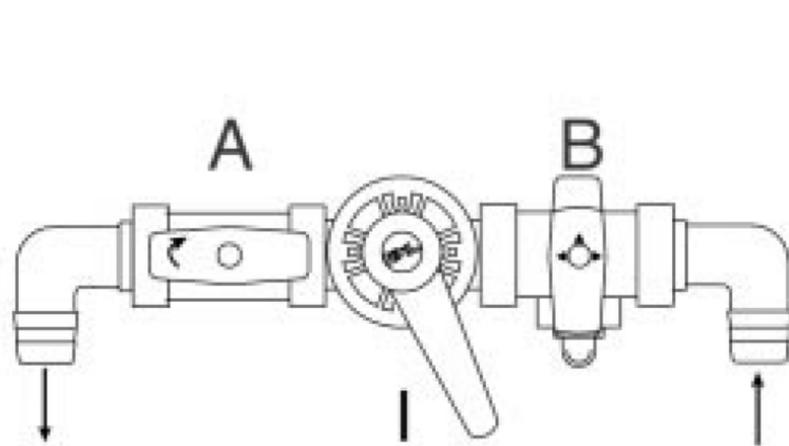

Fig. 8
- 2) Заполнение оборудования: Откройте проточный кран тройного клапана (B) и клапан притока чистой воды, направьте регулятор потока (I) на двойной клапан (A), закройте двойной клапан (A) и вставьте тройной клапан как показано на рис. 8.